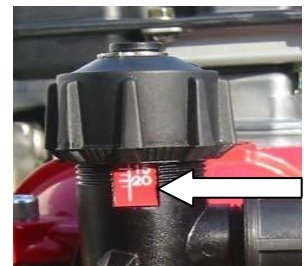

Fig.12
- Regular a pressão desejada no punho de regulação; (Fig.12)